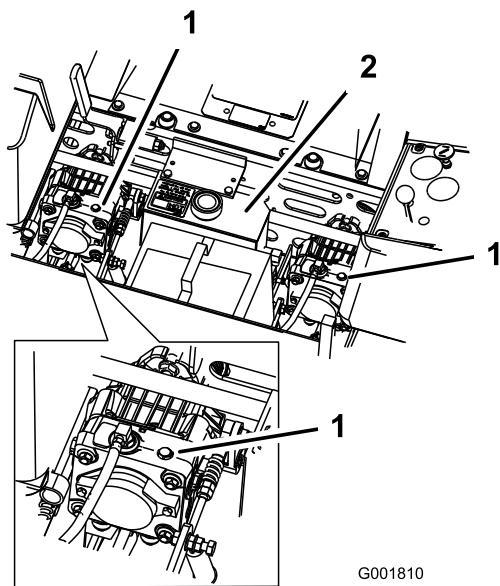

Figura 30
2. Girate le valvole di bypass di un giro in senso antiorario per spingere; il fluido idraulico bypassa quindi la pompa, consentendo alle ruote di girare (Figura 30).
Girate le valvole di bypass di un giro in senso orario per azionare la macchina (Figura 30).